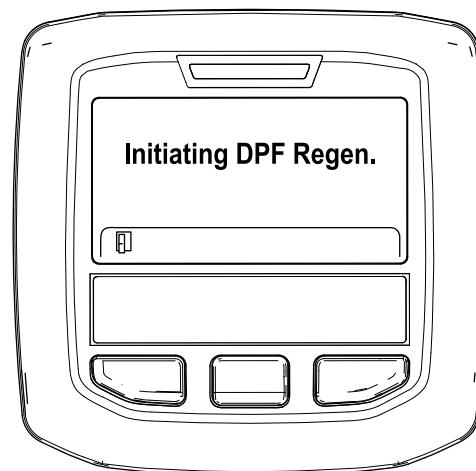

Figure 34
- A. Le message « *Initiating DPF Regen.* » (lancement régén. FAP) s'affiche (Figure 34).